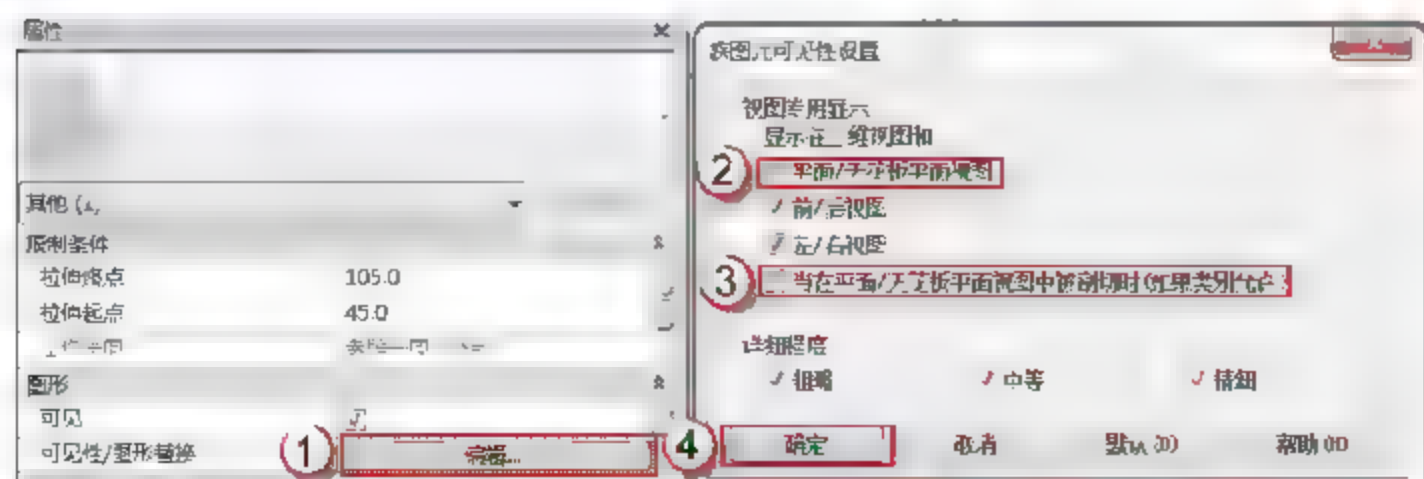

图 6.2.13 修改门的可见性
(12) 修改 FM1534 乙门框的可见性。在门框的“属性”面板中,单击“图形”栏“可见性/图形替换”后的“编辑”按钮,弹出“族图元可见性设置”对话框,取消“平面/天花板平面视图”和“当在平面/天花板平面视图中被剖切时(如果类别允许)”复选框的选择,单击“确定”按钮,如图 6.2.13 所示。